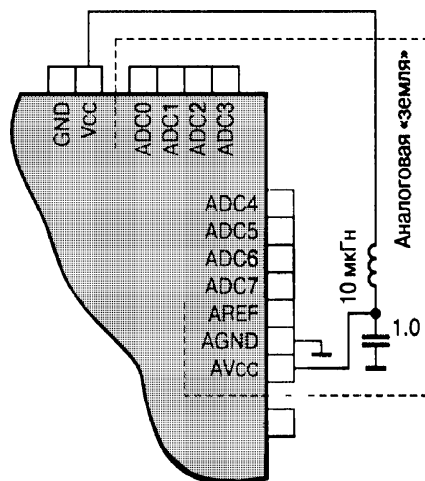

Рис. 9.9. Подключение цепей питания АЦП
3. Вывод AVCC микроконтроллера должен подключаться к источнику питания V_{CC} через LC-фильтр, как показано на Рис. 9.9 (расположение выводов показано условно).